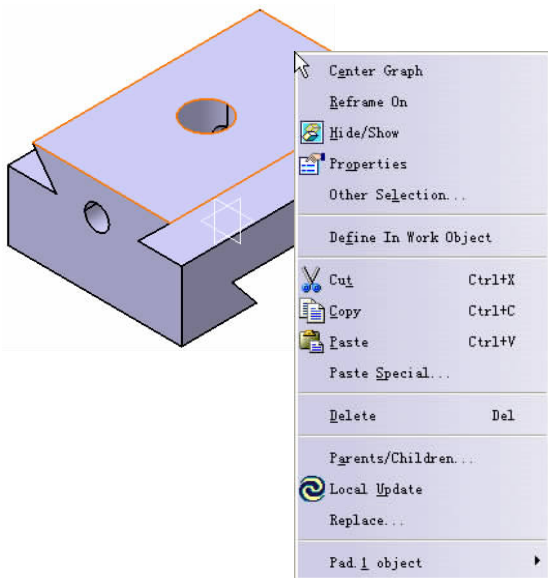

图 1-6 快捷菜单
(4) 右键 单击鼠标的右键会出现相应功能的快捷菜单 (图 1-6)。